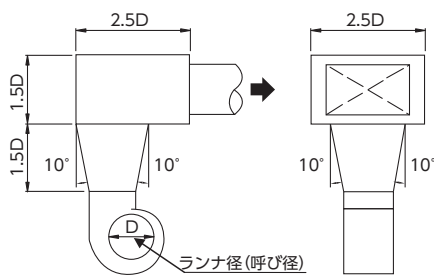

図5-1 ダクト接続距離の例
- ・ファン吐出口に接続するダクト位置は、ランナ径（呼び径）の1.5倍以上の距離を確保してください。（図5-1 参照）